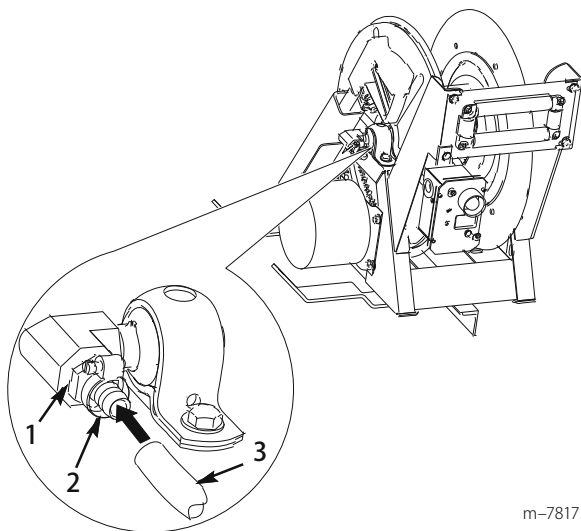

図17
20. 鋸歯付きフィッティング (1/2 インチ) のネジ部にテフロンテープを左回りに巻き、フィッティングをホース・リール側面の流入側ポートに差し込む (図17)。
22. ホースをホース・リールのフィッティングに接続し (図17)、両端をホース・クランプ (小;プラスチック製) で固定する。